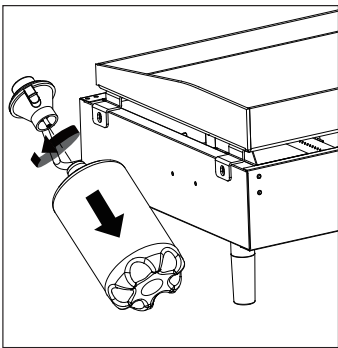

Figura 5
- Gire el tanque de gas propano líquido en sentido contrario a las manecillas del reloj, hasta que se afloje (vea Figura 5).